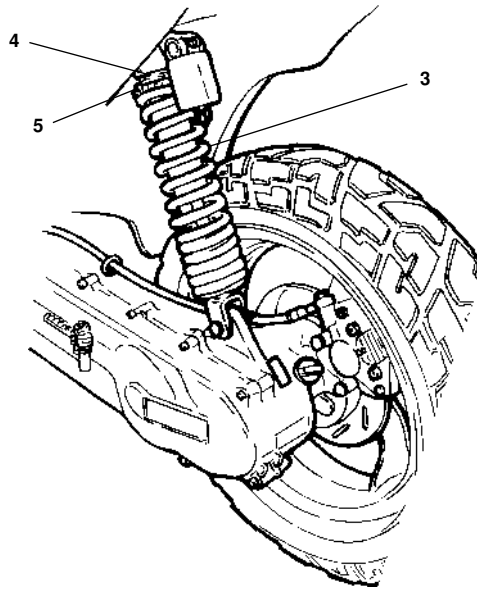

Fig. 43
- Je nach Belastung die Federvorspannung (3 - Fig. 43) einstellen, dazu den oberen Gewinding (4 - Fig. 43) lösen und den unteren Gewinding (5 - Fig. 43) verstellen. Durch Festziehen wird die Federvorspannung erhöht, d. h. der Stoßdämpfer wird "härter" und kann stärker belastet werden. Nach der Einstellung den oberen Gewinding (4 - Fig. 43) wieder festziehen.